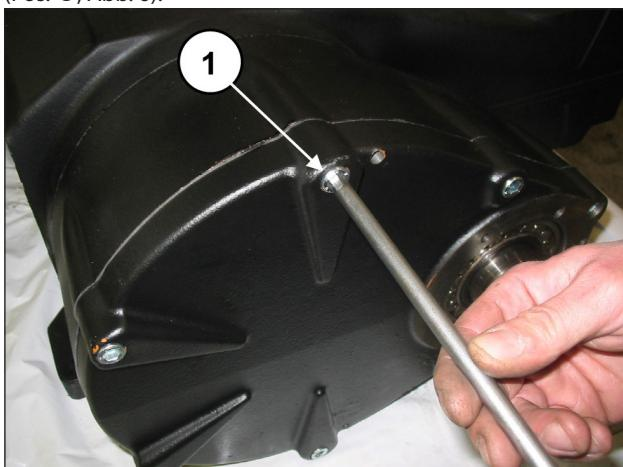

Abb. 6
Lösen Sie die Befestigungsschrauben des Getriebedekkels (Pos. ①, Abb. 6).